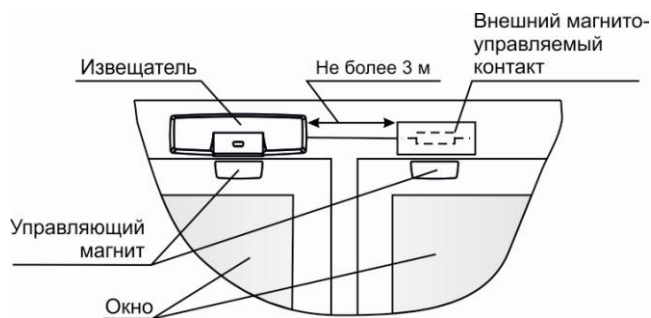

Рисунок 4
**8.1.3** Вариант размещения извещателя на окне (рисунок 4).
• Для контроля **встроенного и внешних** магнитоуправляемых контактов (рисунок 4) установить переключки на вилки **Int** и **Ext**.